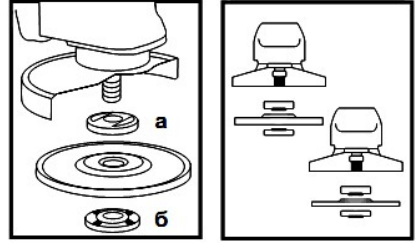

Рисунок 2
4.3 Встановіть на виріб шліфувальний або відрізний круг. Для цього натисніть на кнопку фіксації шпинделя (1) і перевірте його до такого положення, при якому він зафіксується. За допомогою вилочного ключа з комплекту виробу відверніть і зніміть затискну гайку (б) (дивіться рисунок 2).
Встановіть шліфувальний диск на посадкове місце фланцевої шайби (а) (рисунок 2), наживіть рукою затисну гайку на шпindel і затягніть її ключем з комплекту приладу.